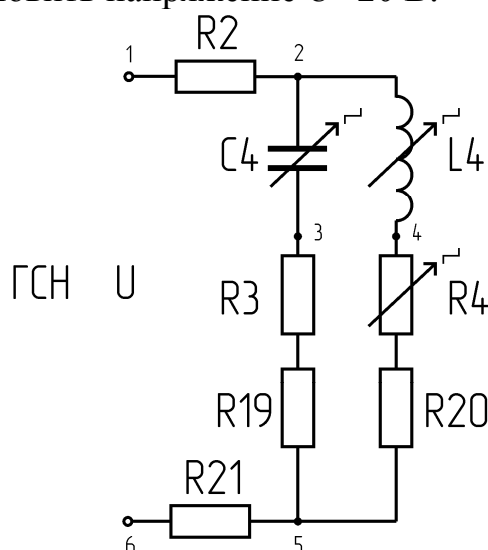

Рис.24
7. Собрать исследуемую цепь по схеме рис.24, предварительно установив $R_4=50$ Ом, $L_4=2$ мГн, $C_4=4$ мкФ. Подключить к цепи генератор, настроенный на частоту $f=400$ Гц, и установить напряжение $U=20$ В.
4. Полагая, что начальная фаза напряжения на входе цепи рис.24 $\psi_U=0$, рассчитать комплексные значения токов в ветвях и напряжения на элементах цепи. Сравнить расчетные действующие значения токов, напряжений и углов сдвига фаз с экспериментальными. Расчетные значения углов сдвигов фаз записать в табл.10.
5. Используя результаты измерений пп.8 и 9 для цепи рис.24, составить баланс активной и реактивной мощностей.